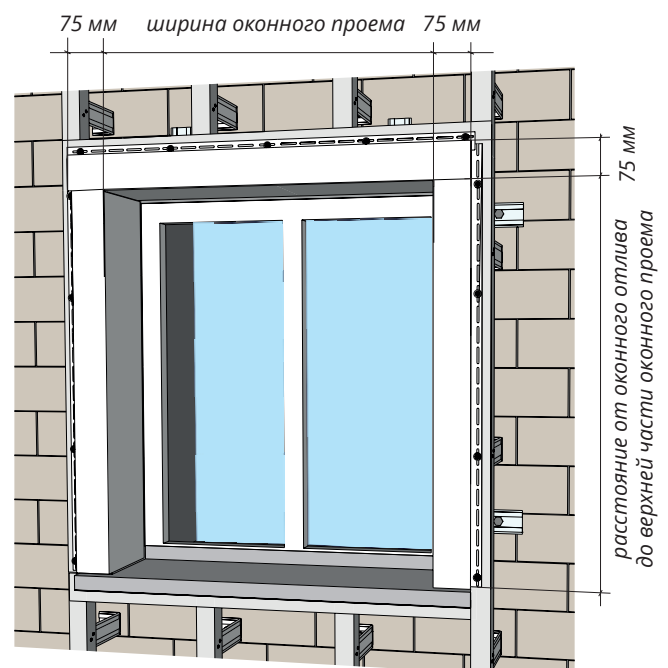

Рисунок 54
15.3 Первой монтируется верхняя околооконная планка. Ее размер равен ширине оконного проема + 150 мм (рис. 54) (150 мм – это перехлест околооконных планок с левой и правой стороны). Далее монтируется левая и правая околооконная планка. Ее размер равен расстоянию от оконного отлива до верхней части оконного проема + 75 мм (рис. 54). Если вы опасаетесь ошибиться в размере околооконной планки, ее можно отрезать немного большего размера, после всех подрезов, загибов, подгона размеров лишнее отрезать.